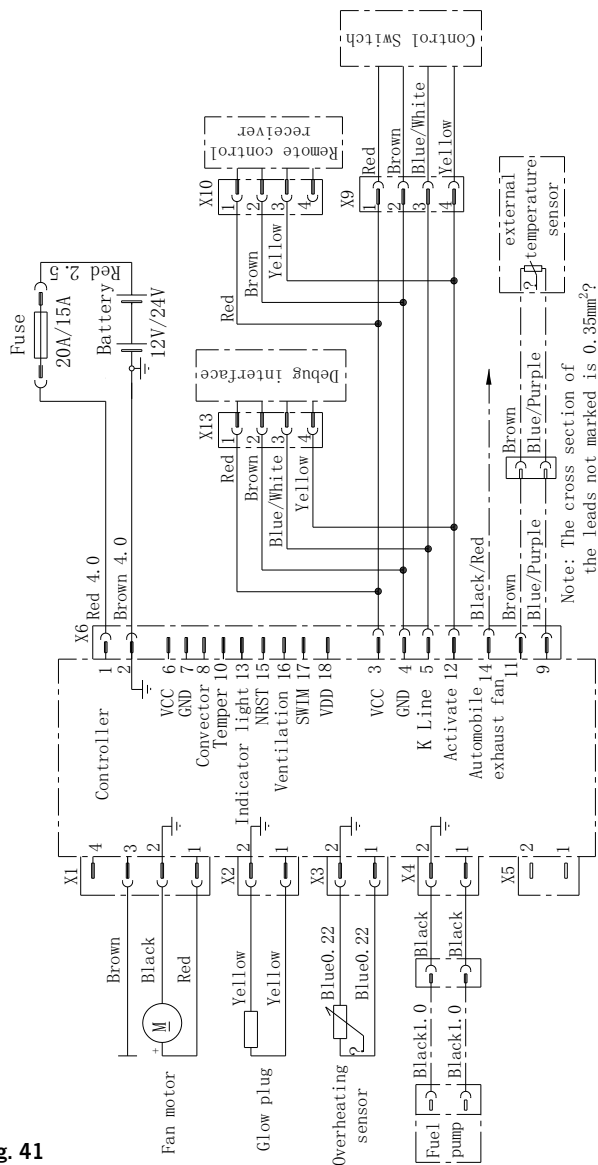
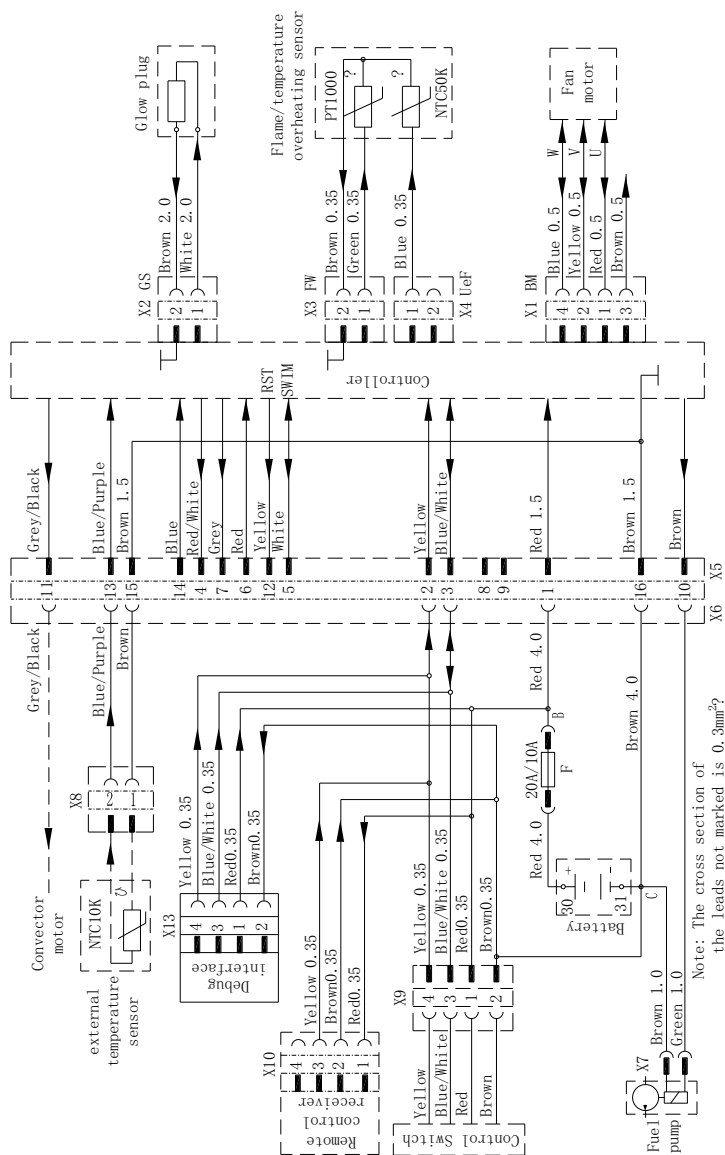

Fig. 41
Fig. 42
- ☐ Vous trouverez les schémas de raccordement électrique des appareils de chauffage sur la Fig. 41 page 52 et la Fig. 42 page 53